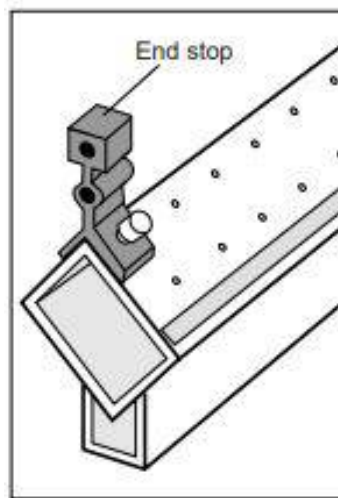

Figura 21: Instalación de paradas finales.
2. Instalar un tope final en cada extremo de la pista aérea usando el montaje tornillos incluidos en la bandeja de accesorios, como se muestra en la figura 21.